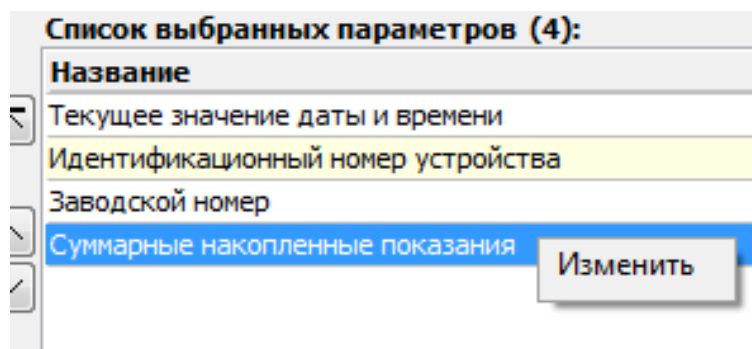

Рисунок 15 – Всплывающее подменю изменений настроек
3.2.10.4 Чтобы изменить настройки какого-либо параметра в списке выбранных необходимо выбрать пункт «Изменить» в подменю, вызываемом при нажатии правой кнопки мыши на этом параметре (рисунок 15).